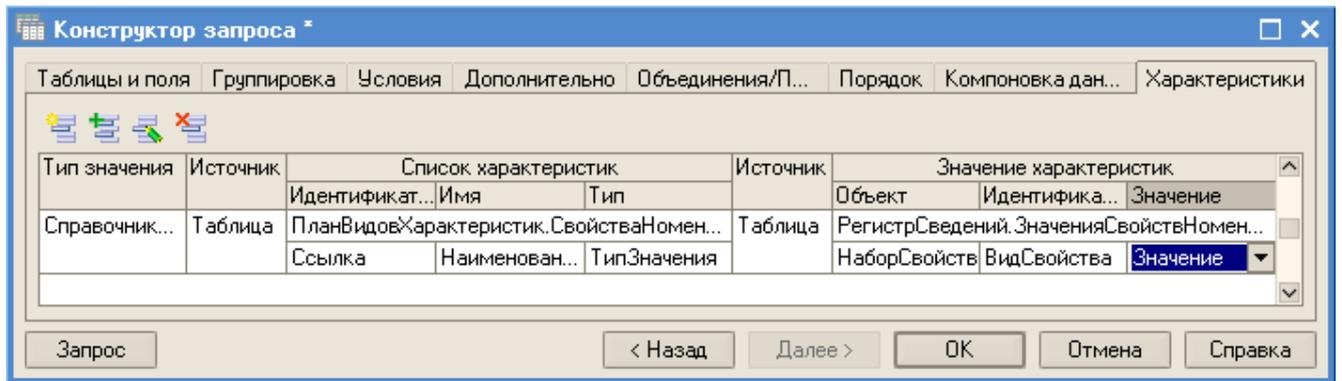

Рис. 145
- на следующем шаге укажите, откуда система компоновки данных будет получать список характеристик. В качестве такого источника можно использовать либо таблицу базы данных, либо результат какого-либо запроса к таблицам. В нашем случае все характеристики хранятся в плане видов характеристик *СвойстваНоменклатуры*, поэтому в качестве источника укажите *Таблица*, а в поле *Список характеристик* выберите *ПланВидовХарактеристик.СвойстваНоменклатуры* (рис.145);
- далее опишите назначение полей источника, содержащего список характеристик. В поле *Идентификатор* выберите *Ссылка*, в поле *Имя* – *Наименование*, в поле *Тип* – *ТипЗначения* (рис.145);
- о опишите назначение полей регистра: в поле *Объект* выберите измерение *НаборСвойств*, в поле *Идентификатор* – *ВидСвойства*, а в поле *Значение* – ресурс регистра *Значение* (рис. 145).